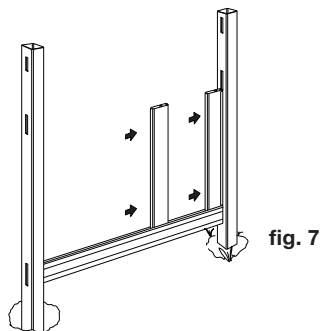

fig. 7
STEP 5 – Continue installing each picket. Make sure the tongue-and-groove pickets fit tightly together without gaps. Repeat with each picket until there is one picket left (fig. 7).
ÉTAPE 5 – Continuez l'installation de chaque piquet. Veillez à ce que les piquets à rainure et languette s'emboîtent parfaitement et sans interstice. Répétez la même procédure avec chaque piquet jusqu'à ce qu'il ne reste qu'un seul piquet (fig. 7).